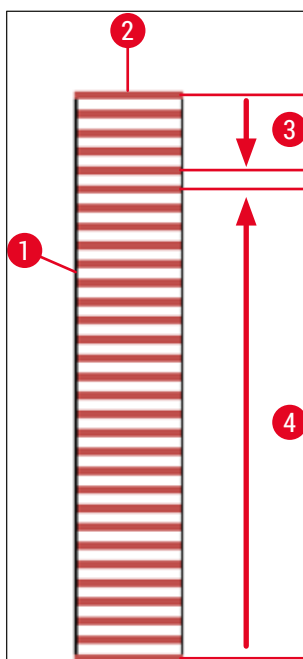

Fig. 74
Per impedire che i vetrini si asciughino durante l'elaborazione, i vetrini coprioggetto vengono sempre applicati prima ai primi 5 vetrini. Quindi il portavetrini si sposta verso l'alto e continua l'operazione di montaggio dall'ultimo vetrino nel portavetrini (→ Fig. 74).
- La visualizzazione schematica (→ Fig. 74) di un portavetrini (→ Fig. 74-1) con i vetrini inseriti (→ Fig. 74-2) mostra la sequenza di elaborazione.